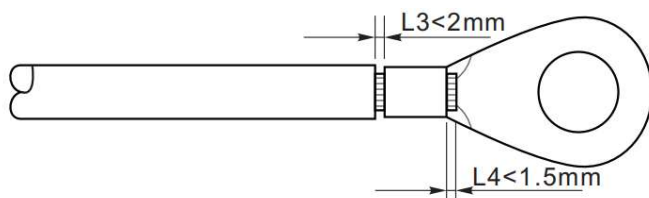

Figura 5-3 Instrução de conexão do aterramento (2)
Passo 2: Insira os condutores de núcleo expostos no terminal OT e crimpe com alicate de crimpagem, como ilustrado na figura 5.3. Terminal OT recomendado: OT M6, cabo $\geq 16\text{mm}^2$.